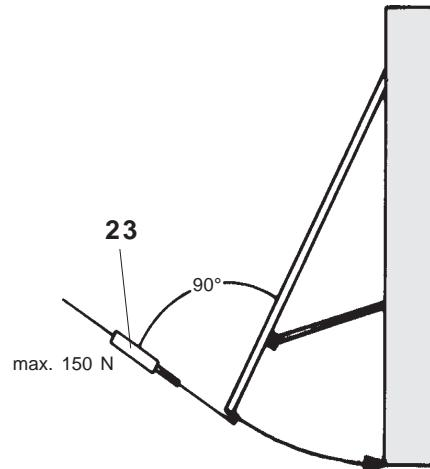

Fig. 10
- Tor über Impulsgeber schliessen und während des Schliessvorgangs manuell anhalten. Bei einer aufzuwendenden Kraft von max. 150 N muss der Antrieb wieder öffnen. Schematische Anordnung zur Messung dieser Kraft mittels Federwaage (23) gemäss Fig. 10.